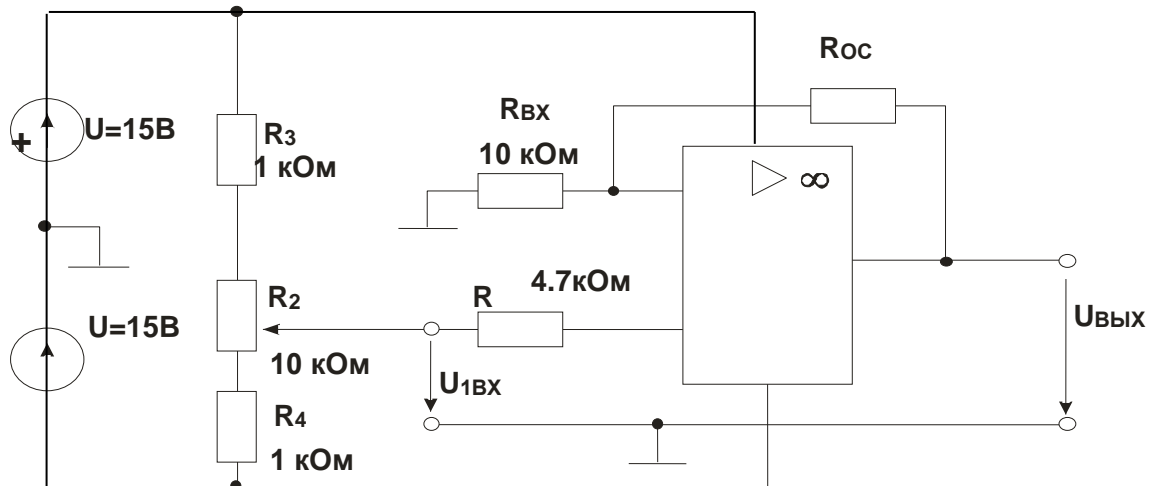

Рис. 8.2.2.
- Соберите цепь по схеме (рис. 8.2.2). Используя мультиметр, измерьте выходное напряжение $U_{\text{ВЫХ}}$ при различных значениях сопротивления отрицательной обратной связи $R_{\text{ОС}}$ и входного напряжения $U_{\text{ВХ}}$ согласно таблице 8.2.1.